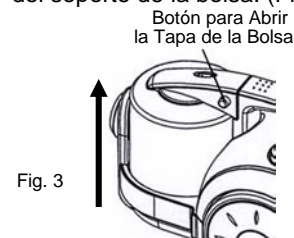

Fig. 3
1. Para abrir la tapa de la bolsa de la tierra, quite la manguera flexible y presione el botón para abrir la tapa de la bolsa. (Fig. 3).